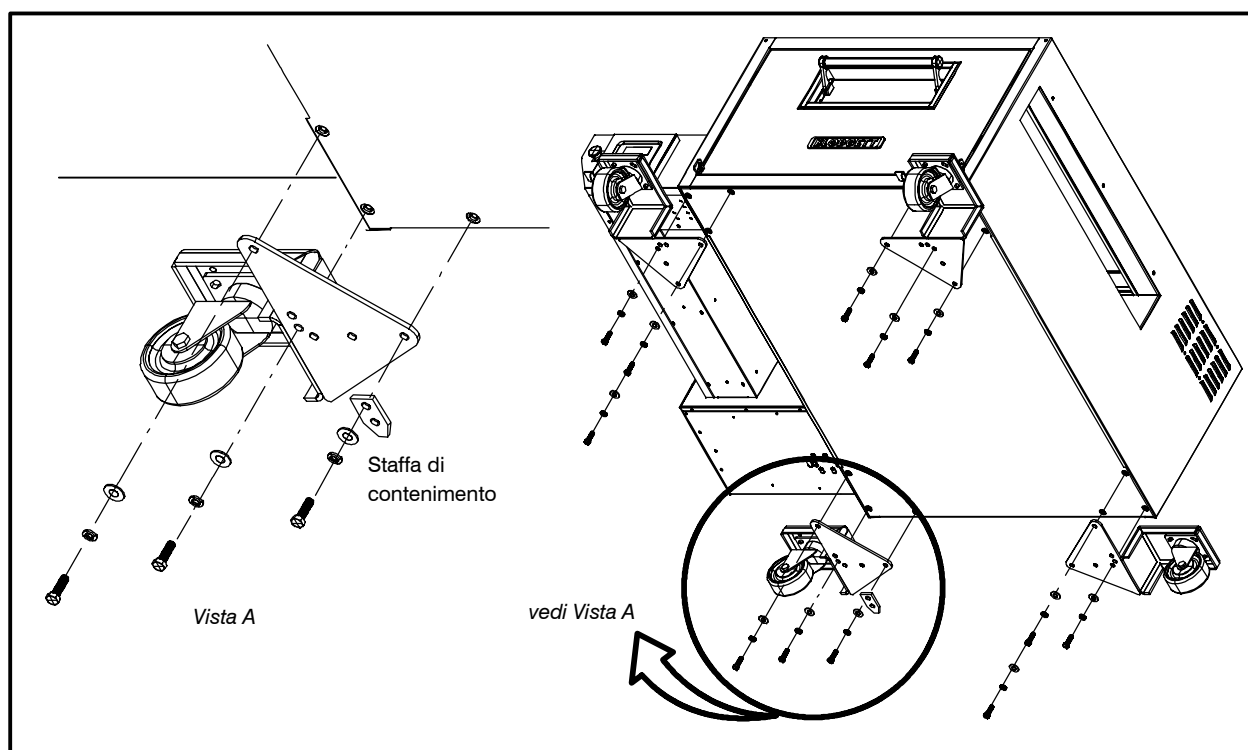

Figura 5
1. Montare i gruppi delle rotelle al forno con le viti da 3/8 16 x 0,125, le rondelle e le rosette. Per un corretto orientamento delle rotelle fare riferimento alla Figura 5.
Nei modelli a gas collegare la staffa di contenimento alla rotella posteriore sinistra come illustrato in Figura 5.